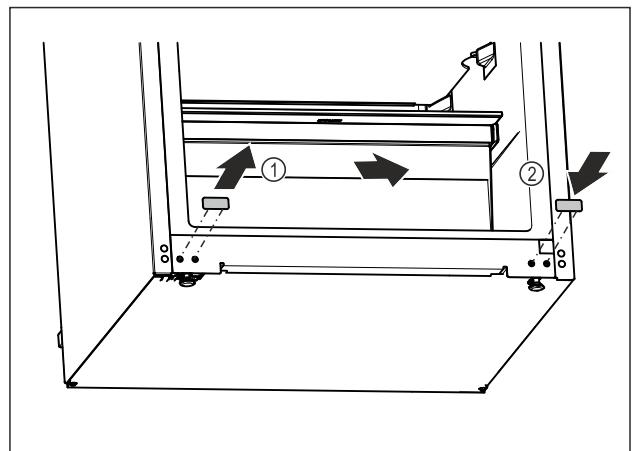

Fig. 18
- Витягніть заглушки. Fig. 18 (1)
- Вставте заглушки з протилежного боку. Fig. 18 (2)